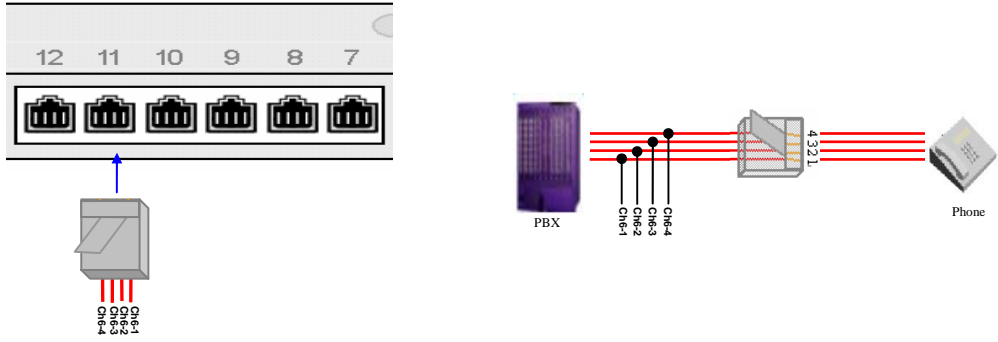

图 2-16
- 2) PHILIPS-4W、ISDN 数字话机：可直接一一对应并线接入，如图 2-16。